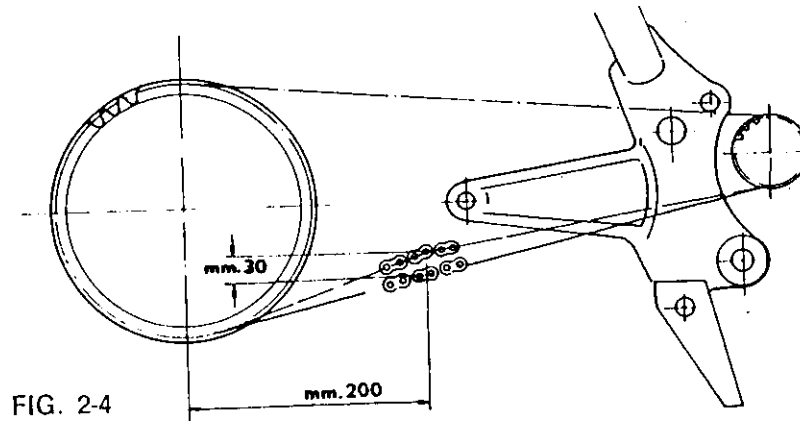

FIG. 2-4
- Agir uniformément sur les cames de réglage pour obtenir dans la partie inférieure de la chaîne, à 200 mm. de l'axe de la roue, le jeu vertical de 30 mm. (voir fig. 2-4).